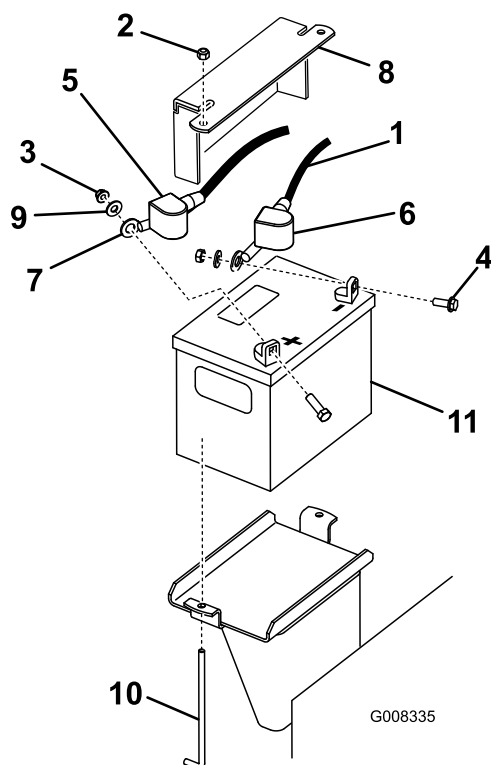

Figure 42
3. Enlevez le capuchon en caoutchouc noir qui protège le câble négatif. Débranchez le câble négatif de la batterie de la borne négative (-) de la batterie (Figure 42).
4. Enlevez le capuchon rouge de la borne positive (rouge) de la batterie. Débranchez ensuite le câble positif (rouge) de la batterie (Figure 42).
5. Enlevez la plaque de maintien, les boulons en J et les contre-écrous de fixation de la batterie (Figure 42) et retirez la batterie.
1. Placez la batterie sur la machine (Figure 42).
3. Commencez par relier le câble positif (rouge) à la borne positive (+) de la batterie avec un écrou, une rondelle et un boulon (Figure 42). Glissez le capuchon de caoutchouc sur la borne de la batterie.
4. Reliez ensuite le câble négatif et le câble de masse à la borne négative (-) de la batterie avec un écrou, une rondelle et un boulon (Figure 42). Glissez le capuchon de caoutchouc sur la borne de la batterie.